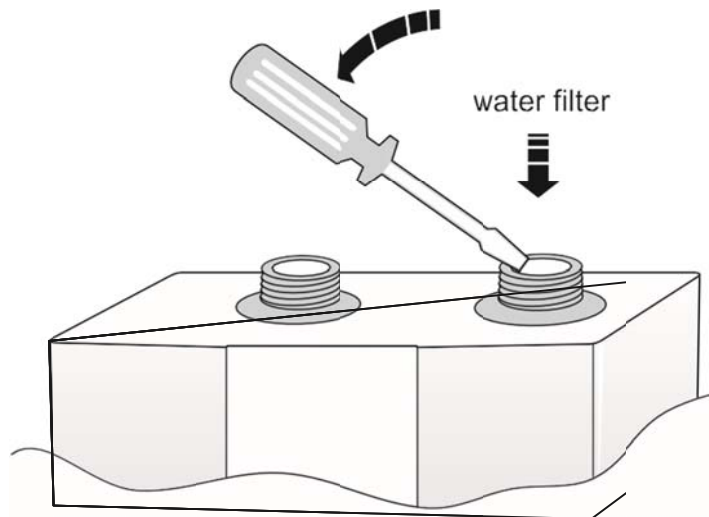

Fig. 8
3. Filter verwijderen (met behulp van kleine schroevendraaier – zie fig.8).